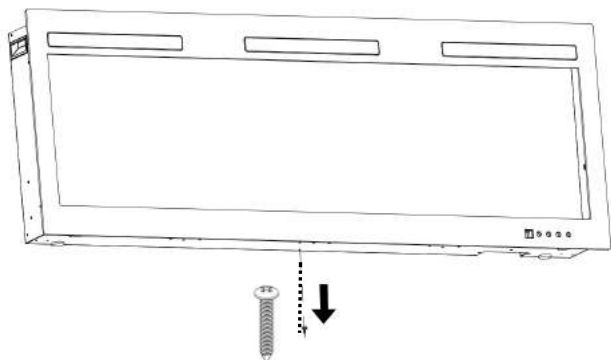

Fig 4-1
A. Rimuovere la vite argentata sul fondo dell'apparecchio. (Fig. 4-1). Mettere da parte la vite.
D. Tramite i connettori collegare i fili di terra verdi (G), cavi bianchi standard (N), e poi cavi termoelettrici neri (L) (VEDI LA FIGURA C).
E. Avvitare il coperchio in posizione con tre viti, come mostrato sul FIG. 4-1.